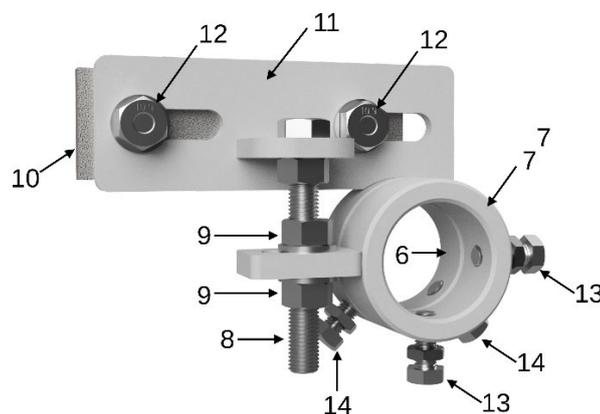

Рис. 2 (Прижимной узел)
- Если ножи исправны – отрегулировать настройку прижимного узла **рис. 2**.